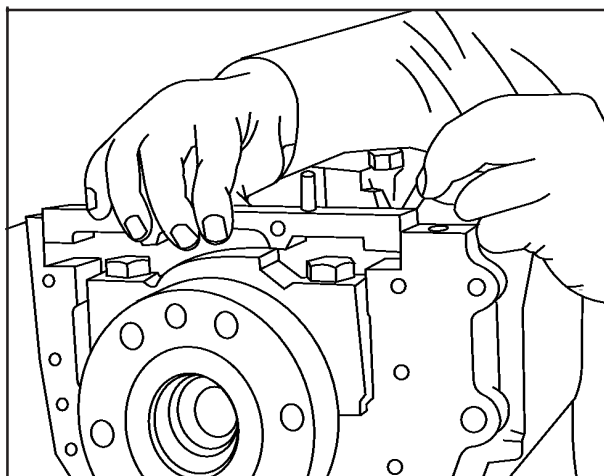

FIG 1
2. Remova a placa intermediária e os dois vedadores, **Fig. 1.**